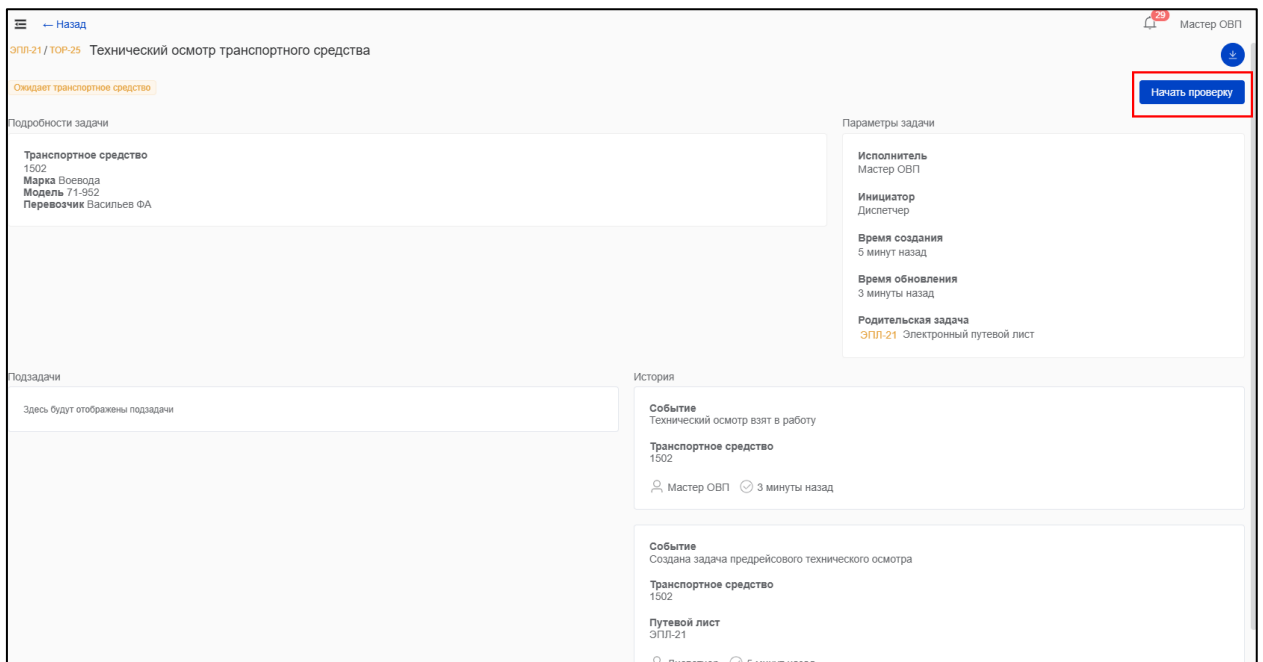

Рисунок 46 – Кнопка «Начать проверку»
4) Для начала проверки ТС нажать кнопку «Начать проверку» в списке задач или в интерфейсе задачи (Рисунок 46).